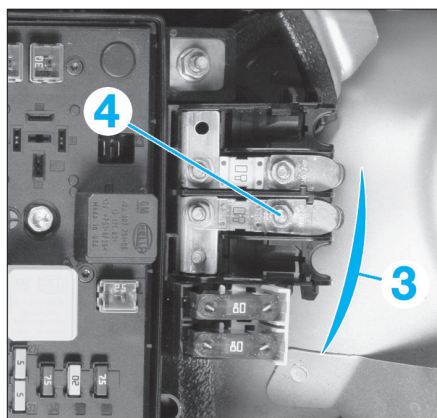

FIG. 6
- Déposer le couvercle du boîtier des fusibles principaux (3) (fig. 6).
- le câble d'alimentation (4).